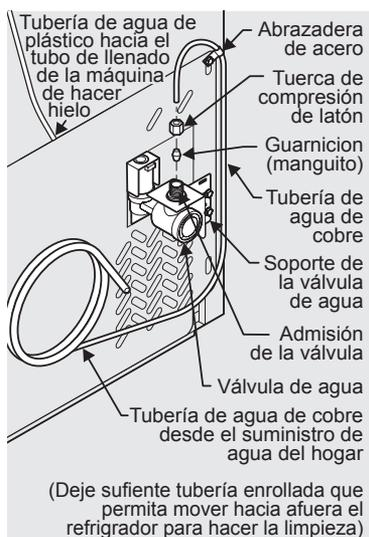

Figura 1
4. Si usa tuberías de cobre: deslice la tuerca de compresión de latón y luego la férula (manguito) en la tubería de suministro de agua. Empuje la tubería de suministro de agua hacia dentro de la entrada de la válvula de agua lo más posible ($\frac{1}{4}$ de pulgada/6,4 mm). Deslice la férula (manguito) en la entrada de la válvula y apriete manualmente la tuerca de compresión en la válvula. Apriete otra media vuelta con una llave; NO apriete en exceso. Consulte la Figura 1.